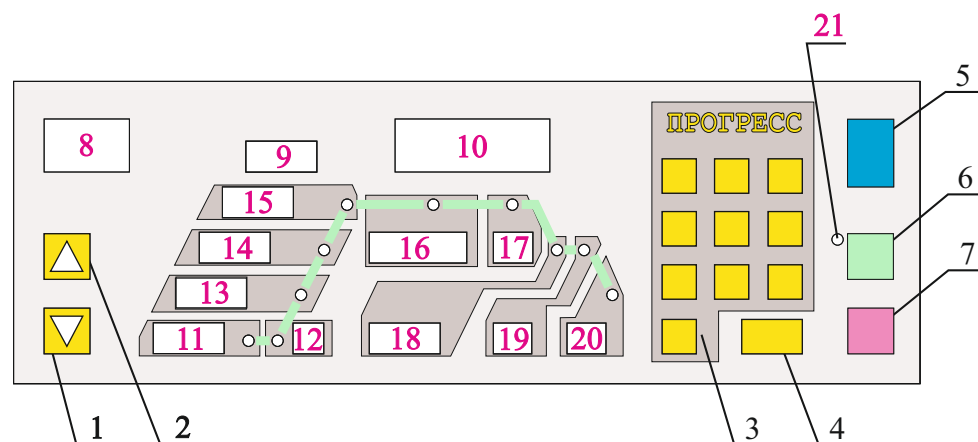

Рис. 3
Лицевая панель микропроцессорного блока управления (Рис. 3) состоит из кнопочного наборного поля и табло световой индикации.
7. Включить сетевой выключатель 5 (рис.3) при этом включатся индикаторы 8 (Номер программы) и 10 (Текущая температура в камере)
2. Нажать кнопку 4 (ПРОГР.) / все дальнейшие обозначения - рис.3 / при этом включится светодиод около параметра 11 (ТЕМПЕРАТУРА СУШКИ) т.е этот параметр готов к вводу или изменению (в дальнейшем).